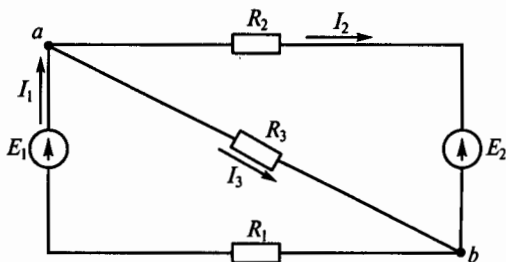

Рис. 38
**1.52.** Какая из приведенных систем уравнений позволяет найти токи  $I_1$ ,  $I_2$  и  $I_3$  в схеме, показанной на рис. 38?